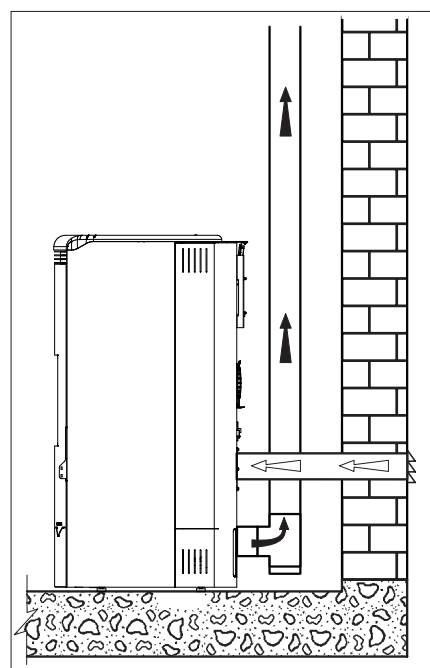

Fig. 5.4d
- collegare l'ingresso dell'aria comburente della stufa alla presa d'aria con un apposito condotto (Fig. 5.4d).